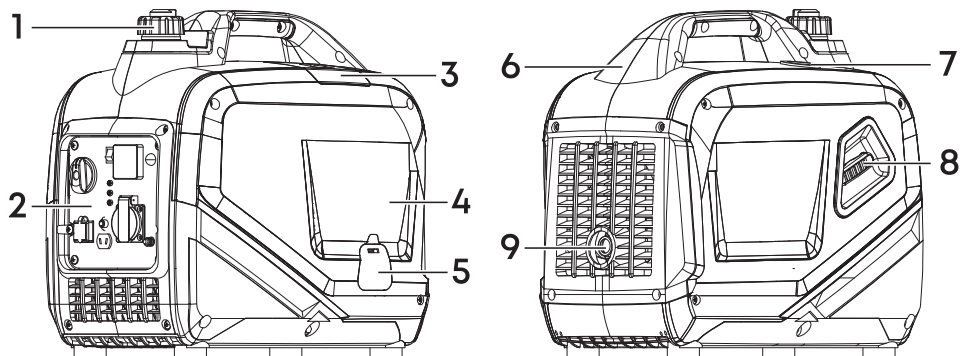

Рис. 3. Устройство моделей BGG-2200i, BGG-3000i
- Для моделей **BGG-2200i**, **BGG-3000i**: откройте лючок доступа к маслозаливной горловине (рис. 3, поз. 5).